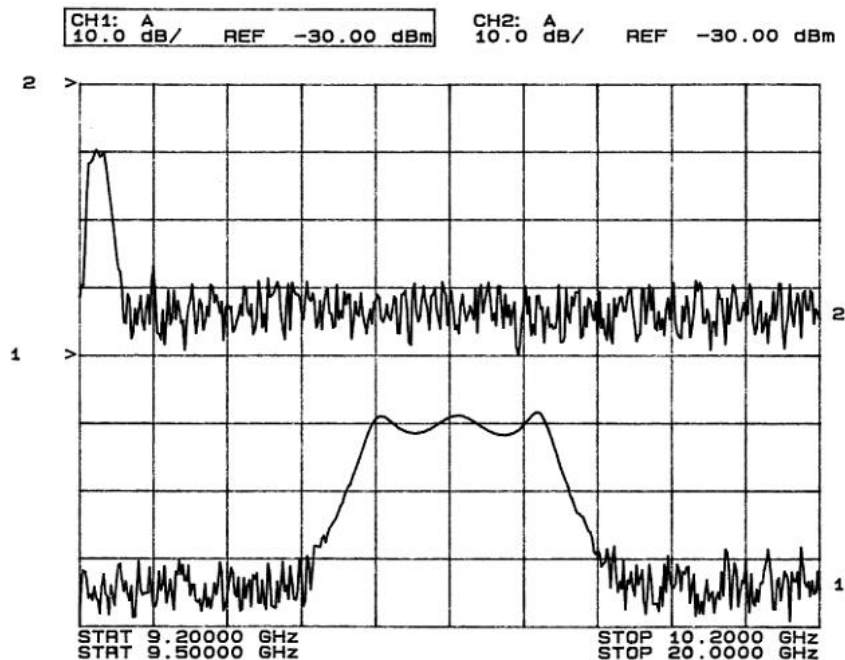

Рисунок 2-7. Результаты действия чередующейся развертки на экране анализатора 8757D
- Теперь производится поочередное переключение первоначальной (занесенной в память) развертки и текущей развертки. Возможно, потребуется скорректировать установки параметров анализатора 8757D (например, установку канала 2 на измерительный преобразователь А), чтобы визуализировать корректно результаты запуска обеих разверток (см. **Рисунок 2-7**).